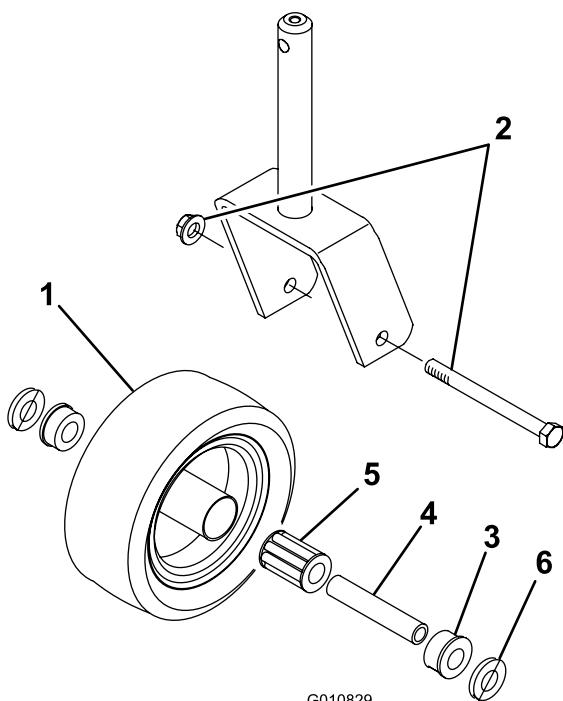

図 22
- キャスタホイール・アセンブリをキャスターフォークに保持しているボルトからロックナットを外す図 22。
- ホイールのハブからスパンナブッシュを取り出す図 22。
- ハブの反対側でもブッシュを押し込んでハブの内部にベアリングを閉じ込める図 22。